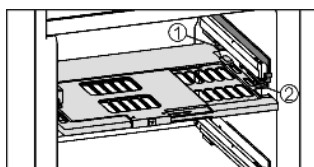

Fig. 32
- ▶ Introduire la plaque de régulation de l'humidité : insérer les travers du couvercle de la plaque par le bas dans le support arrière Fig. 32 (1) et encliqueter devant dans le support Fig. 32 (2).